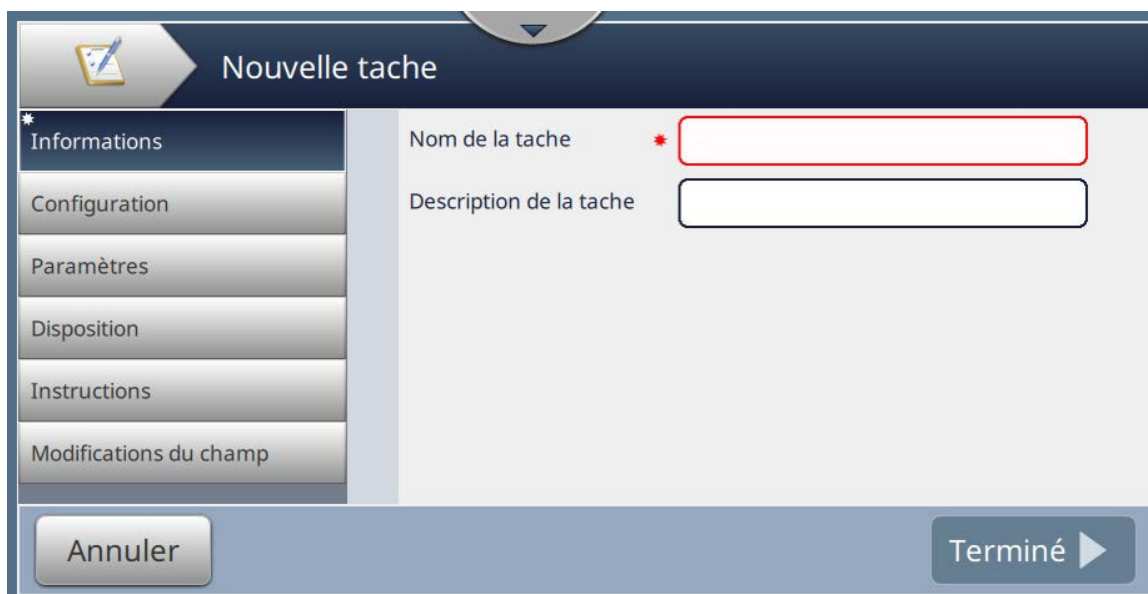

Figure 5-2 : Écran d'information
2. Appuyez sur le bouton  pour créer une nouvelle tâche. L'écran Paramètres de la tâche s'ouvre, tel qu'illustré dans la Figure 5-2.
L'écran Informations (Figure 5-2, page 5-2) vous permet de réaliser les opérations suivantes :